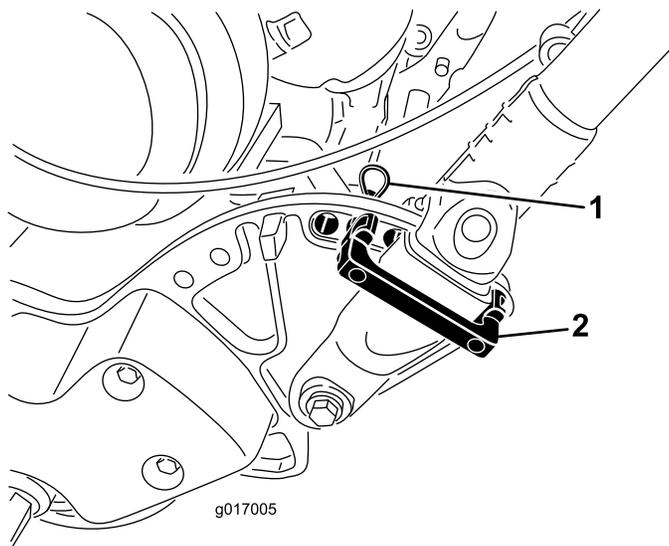

Figure 27
1. Retirez les goupilles fendues des retenues du guidon de chaque côté de la machine (Figure 27).
2. Soutenez le guidon, retirez les goupilles fendues de chaque côté et faites pivoter le le guidon à la position voulue (Figure 27).